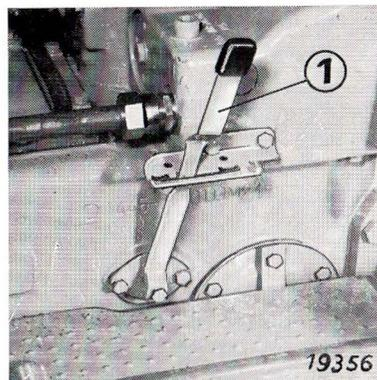

Figure 18
absolument indépendant de l'actionnement de l'embrayage d'avancement, est actionné à l'aide de la barre de commande (4) et permet d'utiliser la prise de force autonome, de l'enclencher ou de la désenclencher que le tracteur soit en marche ou immobilisé. Pour enclencher la prise de force, l'opérateur tire vers soi la barre de commande et la verrouille passagèrement en - A -, puis actionne la manette de commande du mécanisme (1 - fig. 18).